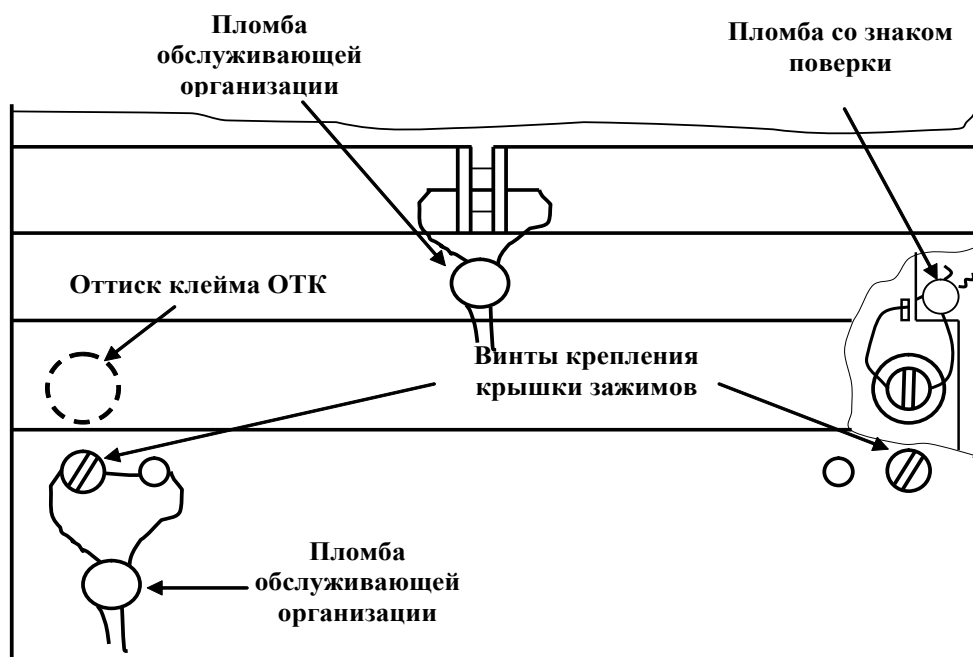

Рисунок 35 – Опломбирование счетчика и крепление крышки зажимов
- снять пломбу крышки зажимов, отвернуть два винта крепления и снять крышку зажимов (рисунок 35);